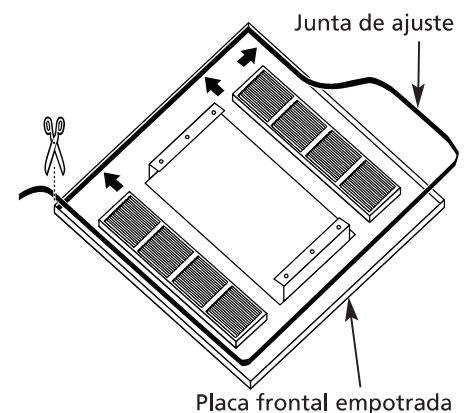

Figura 13
1. Comience en cualquier esquina y aplique la junta de ajuste en el borde interior de la placa frontal empotrada como se muestra en la Figura 13.